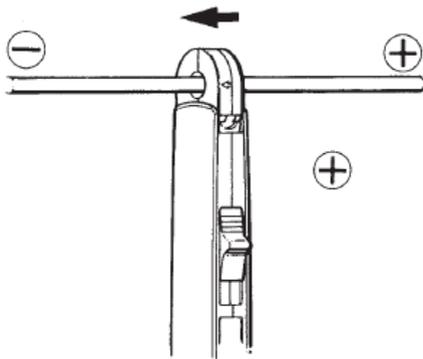

Fig.2
- (1) Le commutateur d'alimentation étant en position DC, placez le commutateur de plage sur la position de la plage souhaitée.
- (2) Avant de prendre des mesures, réglez le zéro de l'affichage en tournant le bouton DC A 0 ADJ. Pour obtenir une lecture précise, prenez l'habitude de régler le zéro avant chaque utilisation. L'instrument peut sortir du zéro après une modification de la plage. En outre, le réglage du zéro doit être effectué après chaque changement de plage.
- (3) Tirer sur la gâchette pour ouvrir les mâchoires de transformateur et serrer un seul conducteur. Le courant mesuré s'affiche alors sur l'écran LCD.
- (4) La polarité du courant DC est positive (+) lorsqu'il traverse les mâchoires de transformateur dans le sens de la flèche, comme le montre la figure 2.